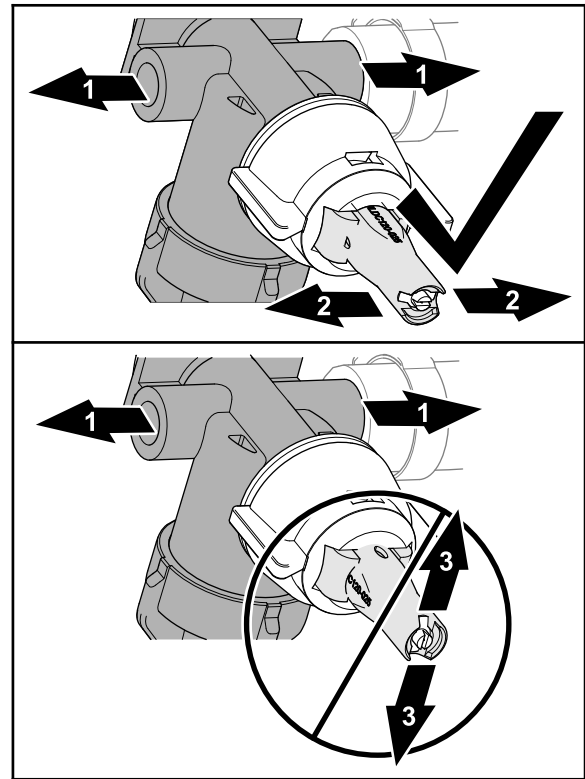

Figura 54
**Nota:** Utilice la ranura para girar el atomizador (Figura 54) de la boquilla hacia adelante (en línea con la carcasa del regulador de caudal del cuerpo de la boquilla).